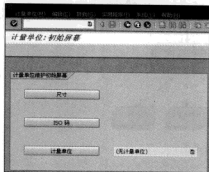

图 7-7 “计量单位：初始屏幕”界面
STEP 1 定义 ISOCODE。在命令栏输入 SPRO 命令，通过菜单选择“一般设置→检查计量单位”选项，或者直接在命令栏中输入 CUNI 命令，弹出“计量单位：初始屏幕”界面，如图 7-7 所示。